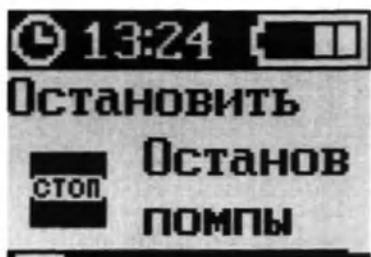

Рисунок 123 – Экран режима «В РАБОТЕ»
1. Нажать кнопку «МЕНЮ» для того, чтобы войти в меню помпы (рисунок 123).